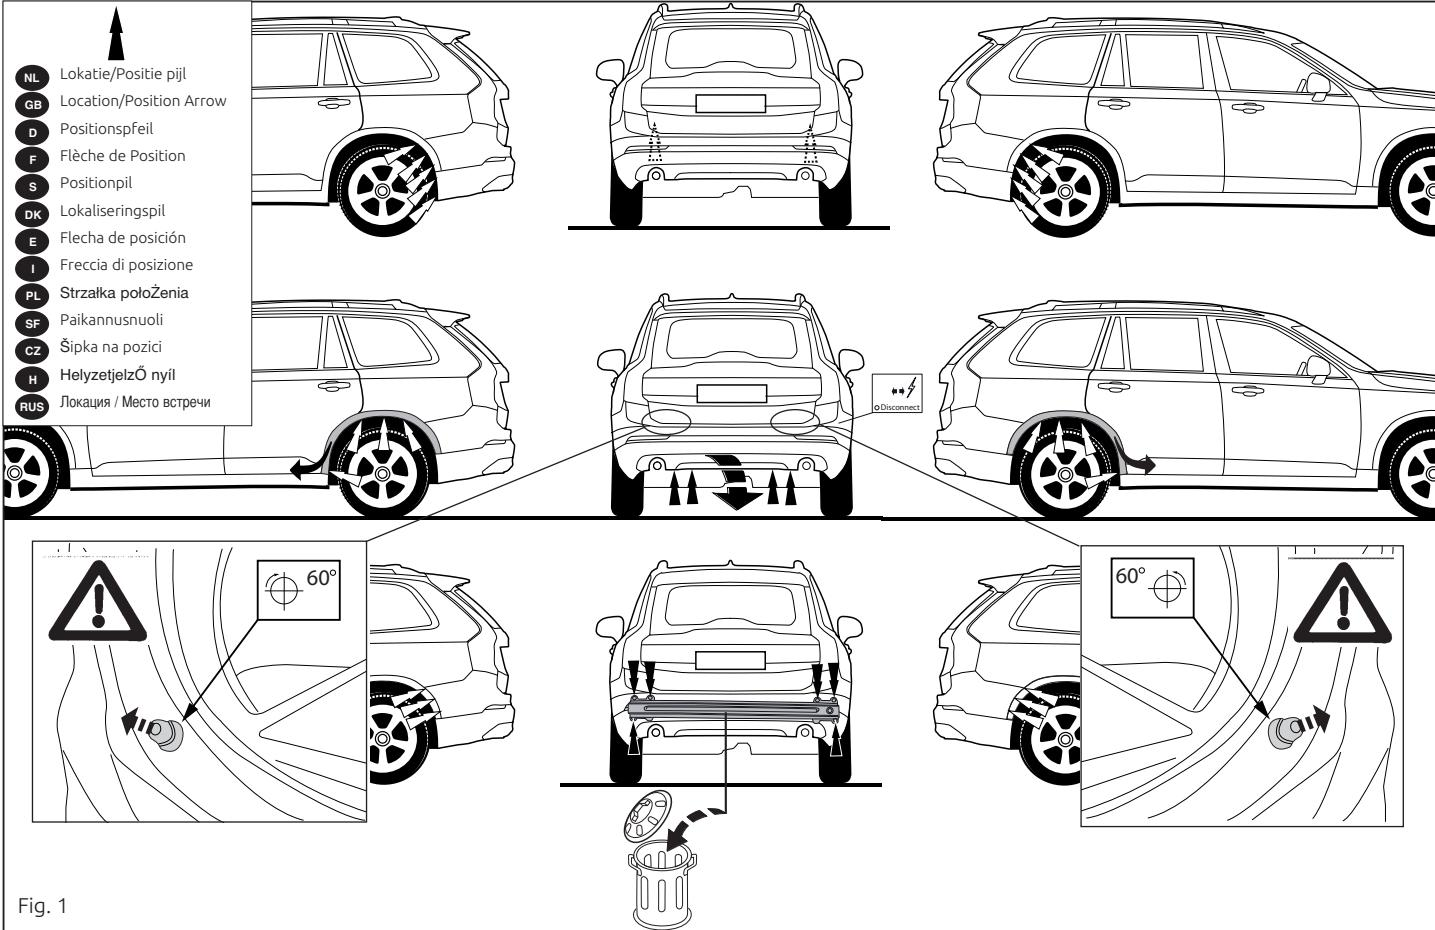

Fig. 1
1. Zdemontować z pojazdu zderzak wraz ze stalową belką zderzakową, belka zderzakowa nie będzie ponownie używana (patrz rys. 1, 1a).
1. Снять бампер вместе со стальным буферным бруском автомобиля; буферный брус больше не понадобится (см. рис. 1, 1а).